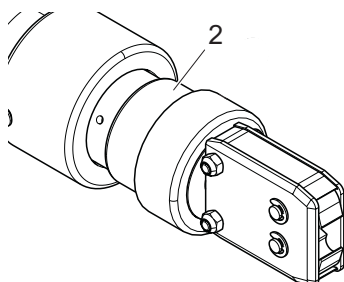

Fig. 13: Girar el cabezal de la tenaza
2. Sujete el cabezal de la tenaza por el área 2 (Fig. 13/2) y gírelo a la posición deseada.